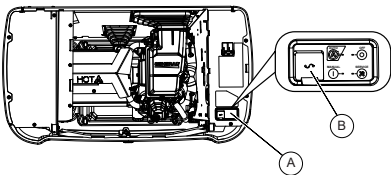

Figura 3-7. Panel de control del generador
Consulte la Figura 3-7. La interfaz del panel de control (A) se encuentra debajo de la tapa del gabinete. Abra la tapa como se indica en Apertura de la tapa del generador.